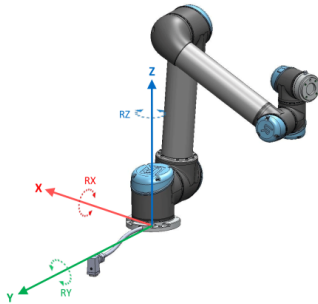

Figura 13.1: Función base
- Función *Base*: localizada con origen en el centro de la base del robot (consulte figura 13.1)